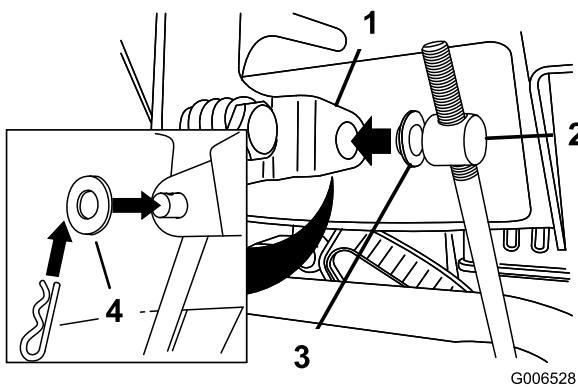

Figure 12
3. Retirez la goupille fendue et la rondelle extérieure du tourillon à l'extrémité supérieure de la tige de commande de vitesse (Figure 12).
Remarque: Pour faciliter l'installation, laissez la rondelle plate sur le tourillon (Figure 12).
- Soulevez la tige de commande de vitesses et insérez le tourillon dans le trou du levier sélecteur de vitesses (Figure 12).
- B. Détachez le tourillon du levier sélecteur de vitesses (Figure 12).
- C. Tournez le tourillon vers le bas (sens horaire) sur la tige de commande de vitesse (Figure 12).
- D. Accouplez le tourillon au levier sélecteur de vitesses (Figure 12).
- Détachez le tourillon du levier sélecteur de vitesses (Figure 12).
- Tournez le tourillon vers le haut (sens antihoraire) sur la tige de commande de vitesse (Figure 12).
- Accouplez le tourillon au levier sélecteur de vitesses (Figure 12).